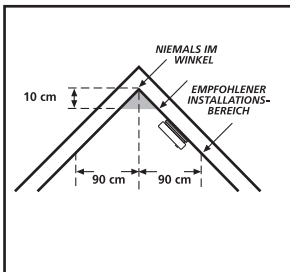

Bild 3
- Installieren Sie Rauchmelder auf abgeschrägten oder zuge- spitzten Decken bzw. in Zimmern mit Dachschräge mindestens 10 cm (vertikal gemessen) und maximal 90 cm (horizontal gemessen) vom höchsten Punkt entfernt. Das gilt auch, wenn mehrere Melder in einem Raum montiert werden. In diesem Fall installieren Sie mit einem angemessenen Abstand voneinander. In Zimmern mit einer horizontalen Deckenneigung über 30 cm auf 2,4 m sollten Rauchmelder an der Decke im höheren Teil des Raumes platziert werden. (siehe Abbildung 3).
2. Nachdem Sie, wie in Kapitel 1 beschrieben, den richtigen Montageort für den Rauchmelder ausgewählt haben, befestigen Sie den Montageteller an der Decke, wie in Abbildung 3 dargestellt. Verwenden Sie zur Befestigung des Montageteilers die mitgelieferten Schrauben und Dübel. Verwenden Sie einen 5 mm-Bohrer.